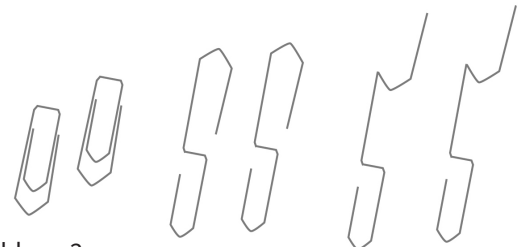

Abbildung 3
4. Biege die Büroklammern nach **Abb. 3** und befestige sie mithilfe des Klebebands an der Batterie.